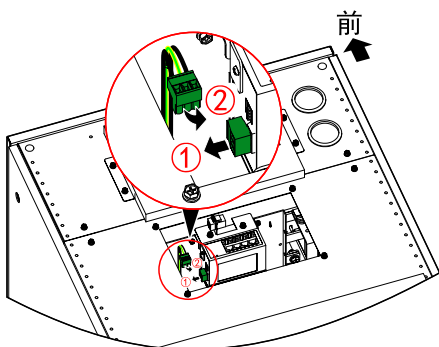

图3-42 连接电源线
5. 拔下组网设备右侧的绿色端子台，剪掉预留在机柜内的电源线卡扣，将电源线插入组网设备的电源接口处，如图 3-42 所示。